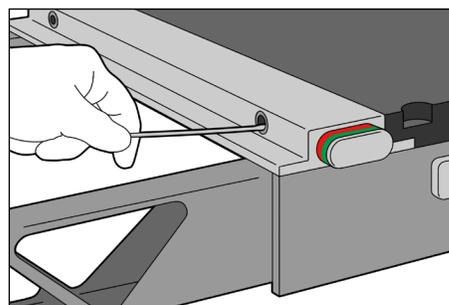

Fig. 3
3. Con un bastoncino cotonato asciutto, pulire l'interno dei fori di attacco. (Fig. 3)
5. Usare un bastoncino cotonato asciutto per rimuovere pelucchi o detriti. (Fig. 3)